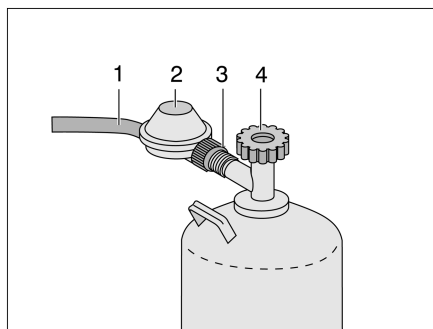

Bild 229 Anslutning gasflaska
- Stäng huvudavstängningsventilen (Bild 229,4) på gasflaskan. Beakta pilriktningen.
- Håll fast gstryckregulatorn (Bild 229,2) och lossa muttern (Bild 229,3) (vänstergänga).
- Tag bort gstryckregulatorn med gasslangen (Bild 229,1) från gasflaskan.
- Sätt gstryckregulatorn (Bild 229,2) med gasslangen (Bild 229,1) mot gasflaskan och dra åt muttern (Bild 229,3) för hand (vänstergänga).